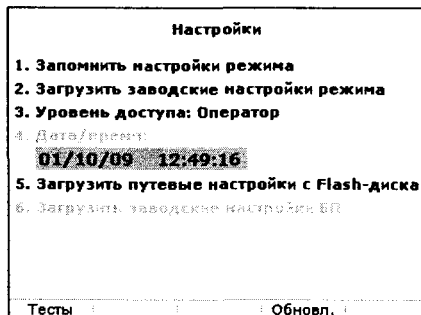

Рисунок 51
11.34.1 Включите дефектоскоп и, после вывода на экран мнемосхемы многоканального режима, нажмите на клавишу ≡, удерживая ее в нажатом состоянии до вывода на экран меню Настройки (рисунок 51), после чего нажатую клавишу отпустите.